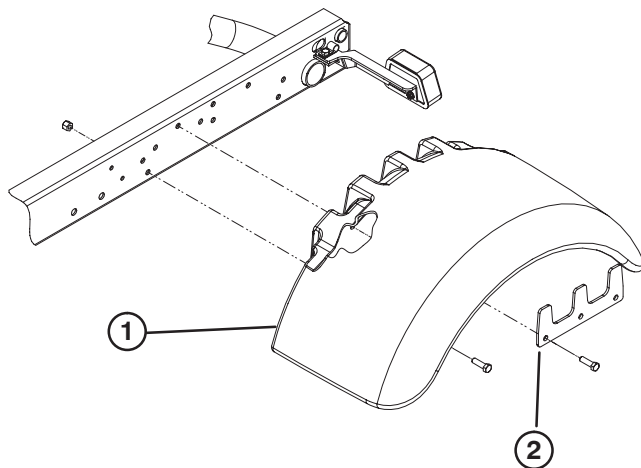

Bild 2
4. Befestigen Sie einen Kotflügel lose mit einer Stützplatte an jeder Seite des Rahmens, (5) 3/8 x 1-1/4 Zoll langen Kopfschrauben, und einer Sicherungsmutter, siehe Bild 2.